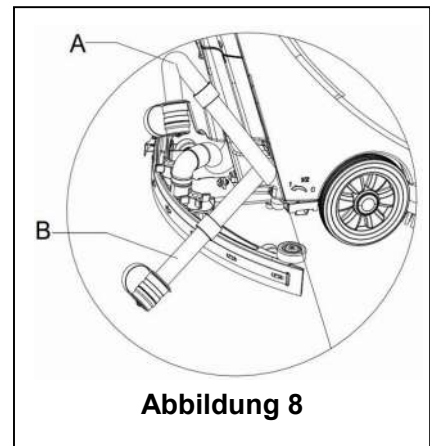

Abbildung 8
2. Heben Sie mit dem Hebegriff der Sauglippe (14) den Abstreifer an.
4. Greifen Sie den Lenker (2) und kippen Sie vorsichtig das Gerät zurück, bis das Führungsrad den Boden berührt. (Ankoppeln des Geräts, siehe Maßnahmen im Abschnitt Anhalten des Geräts.)
5. Nehmen Sie den Ablaufschlauch vom Befestigungsclip, biegen Sie das obere Ende des Ablaufschlauchs (wie in **A, Abbildung 8**, dargestellt). Öffnen Sie dann die Abdeckung des Ablaufschlauchs, senken Sie den Ablaufschlauch auf ein niedriges Niveau oder auf den Boden, um das Wasser abzulassen. Alternativ können Sie den Ablaufschlauch in eine niedrige Position oder auf den Boden absenken, damit der Wasserablauf nach unten zeigt (wie in **B, Abbildung 8**, dargestellt). Drehen Sie dann die Abdeckung des Wasserablaufschlauchs auf, um das Abwasser aus dem Tank zu leiten. Reinigen Sie nach der vollständigen Entleerung den Schmutzwassertank mit sauberem Wasser.
Beim Ablassen des Abwassers muss das Vakuum-Rohr für Abfälle gefaltet oder abgesenkt werden (wie in Abbildung 8, A oder B dargestellt). Öffnen Sie dann den Deckel des Vakuum-Rohrs für Abfälle, um das Wasser abzulassen. Heben Sie den Ablauf des Vakuum-Rohrs für Abfälle nicht nach oben an, um das Wasser vertikal abzulassen. Damit vermeiden Sie, dass Abwasser auf den Anwender spritzt.